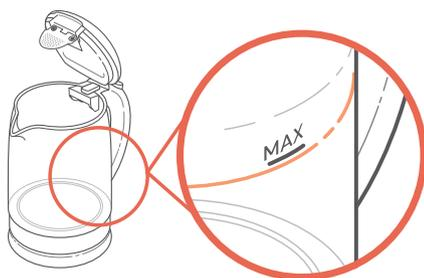

Fig. 2.1
2. Riempire il bollitore fino al livello desiderato. Non andare oltre il livello **"MAX"**. [Fig. 2.1]